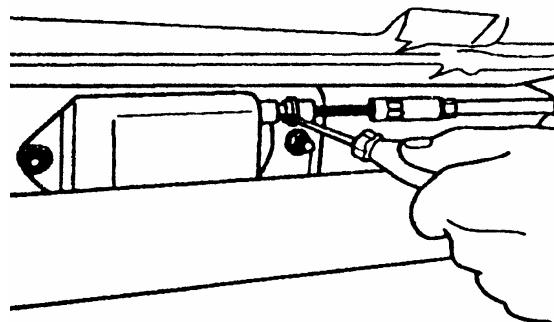

图 13-52 从支架上拆卸手制动拉索
(7) 如图 13-52 所示, 用螺丝刀从支架上撬下手制动拉索。拆下中央副仪表板的延长部分。